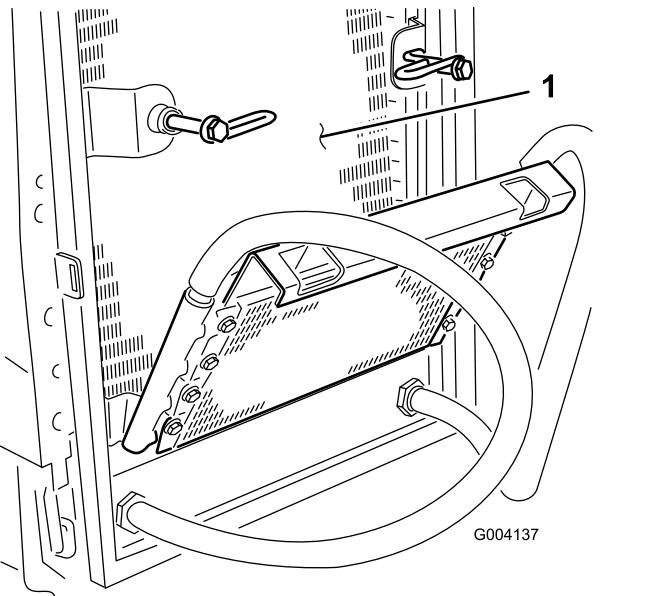

Bild 52
6. Reinigen Sie beide Seiten des Ölküllers und des Kühlers gründlich mit Druckluft (Bild 52).